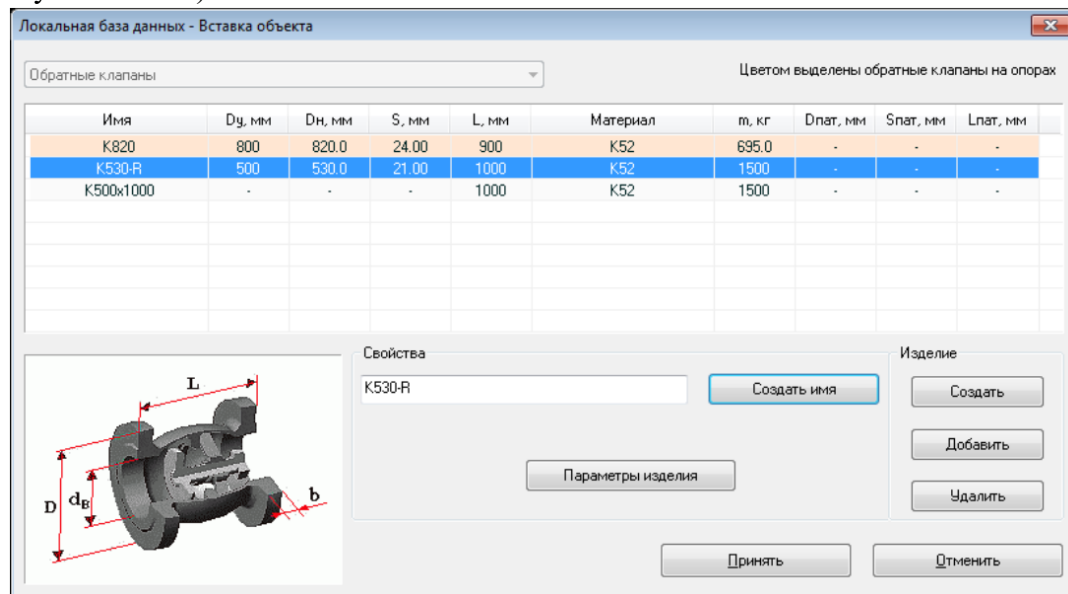

Рис. 5.2.33. Диалоговое окно вставки обратных клапанов
3. В появившемся диалоговом окне (рис. 5.2.33.) необходимо выбрать один из объектов таблицы KLAPAN локальной базы данных (выбрать параметры вставляемого обратного клапана). Чтобы вставить обратный клапан, нажмите кнопку "Принять". При этом будет произведена проверка корректности параметров вставляемого объекта. В случае, если один из основных параметров объекта не будет корректно задан, программа выдаст предупреждение и вернет пользователя в окно вставки объекта. Для отмены вставки нажмите кнопку "Отменить".